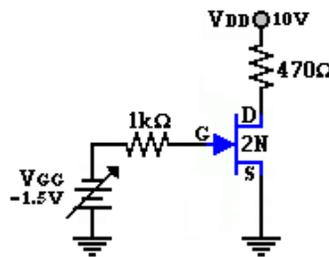

Figura 10.4.
- Arme el circuito mostrado en la figura 10.4. Medir V_{GS} , I_D y V_{DS} . Anote los valores obtenidos en la tabla 10.2 para cada JFET.